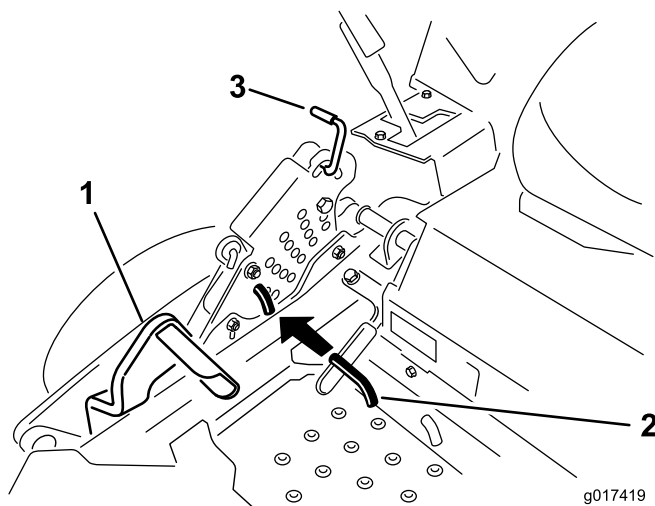

Figura 71
5. Premete completamente in avanti il pedale di sollevamento del piatto di taglio e quest'ultimo si bloccherà in posizione di trasporto a 14 cm (Figura 71).